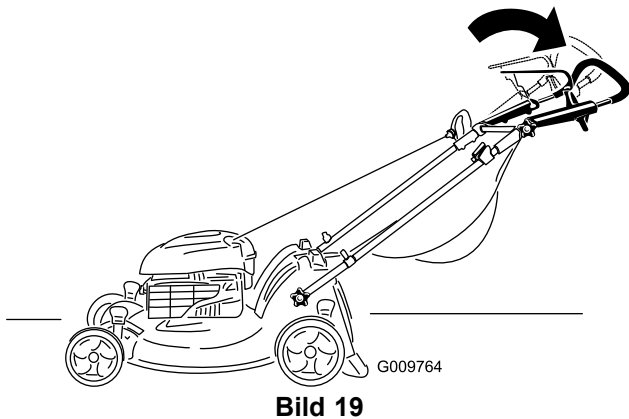

Bild 19
2. Positionieren Sie den oberen Bügel nach Wunsch (Bild 19).
3. Ziehen Sie das Handrad des oberen Bügels fest (Bild 19).